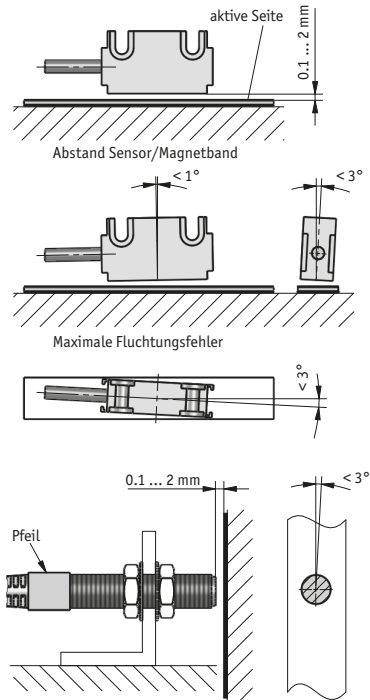

Abb. 6: Ausrichtung des Sensors
- Abstandsmaße zwischen Sensor und Magnetband sowie Winkeltoleranzen beachten, diese müssen über die gesamte Messstrecke eingehalten werden! (siehe Abb. 6)